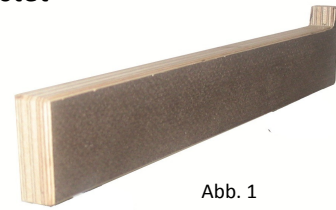

Abb. 1
- den Unterboden vor den Verputzarbeiten einzulegen, damit schnell und einfach mit geeigneten Montagehilfen (Abb. 1) die Unterputz-Schiene angebracht werden kann.